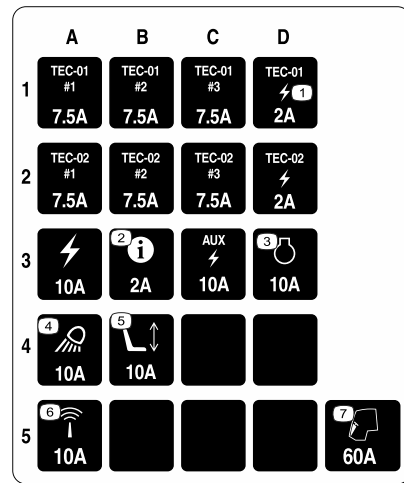

図 135
3. 切れているヒューズを交換する **図 135**。同じタイプ、同じ電流値のヒューズに交換する。